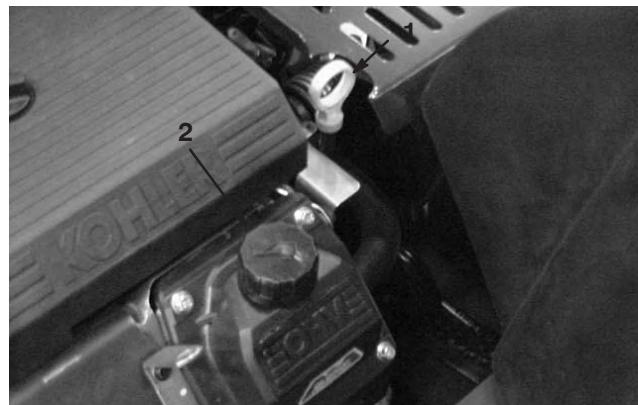

Bild 44
3. Reinigen Sie den Bereich um den Ölpeilstab herum (Bild 44), damit kein Schmutz in den Einfüllstutzen gelangen und so den Motor beschädigen kann.
5. Gießen Sie ca. 80 % der angegebenen Ölmenge langsam in den Einfüllstutzen (Bild 44). Siehe „Warten des Motoröls“ auf Seite 37.